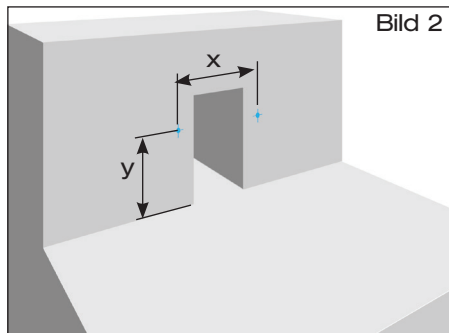

Bild 2
1.2 Bohrungen  $\varnothing$  10 mm für Schiebeflansch mit Anschlussmanschette zum Anschluss der Dampfsperre entsprechend der Vorgabe nach Tabelle 2 erstellen (Bild 2).